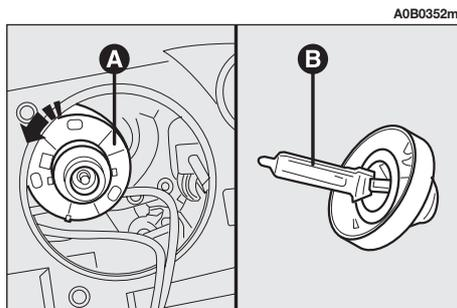

fig. 26
– Ruotare la ghiera (**A-fig. 26**) in senso antiorario e sfilarla.
– Estrarre la lampada allo xenon (**B-fig. 26**).